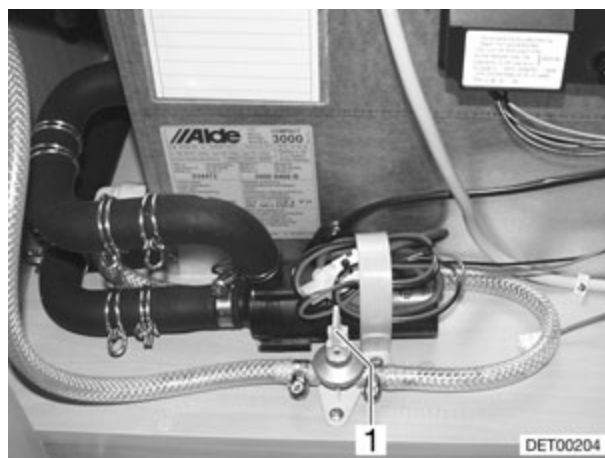

Fig. 141 Llave de desagüe
- Cerrar la llave de desagüe. Colocar para ello el balancín (Fig. 141,1) en posición horizontal.
- Abrir la llave de desagüe. Colocar para ello el balancín (Fig. 141,1) en posición vertical. La caldera se vacía hacia fuera a través de la llave de desagüe.